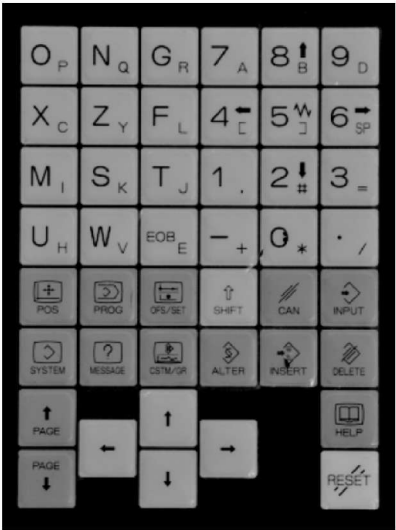

图 1-5 MDI 面板按键
1. 根据图 1-5,找出表中对应的按键,并根据 MDI 面板的布局,将各按键的功能及作用填在下表内。